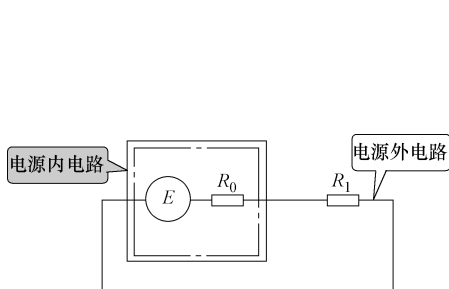

图 4-103 示意图
5) 如图 4-103 所示，电流在电源的外部电路中（称为外电路），是从高电位流向低电位的，这是电场力在做功。在电源的内部（称为内电路），电流从低电位流向高电位，这是外力在做功。